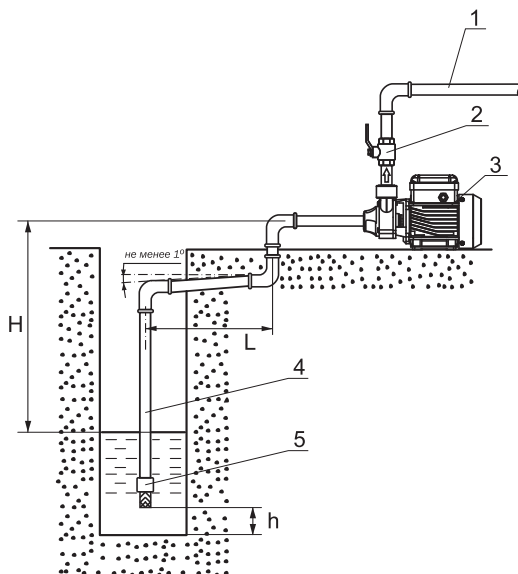
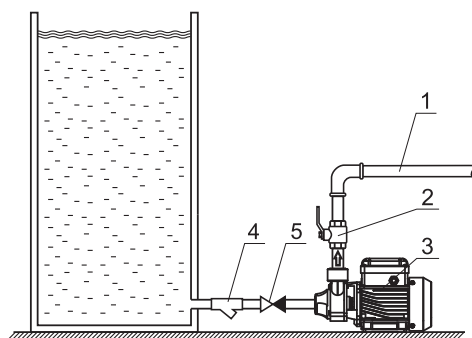

Рис. 3 Подача воды из колодца
Рис. 4 Подача воды из ёмкости
- В качестве всасывающей магистрали (**Рис. 3, поз. 4**) рекомендуется использовать жесткие металлические или пластиковые трубы, а так же несминаемые гибкие армированные шланги. Диаметр шланга или трубы должен точно соответствовать диаметру входного отверстия насосной станции.
- При монтаже всасывающей магистрали необходимо обеспечить непрерывный угол наклона от насоса к источнику водозабора не менее одного градуса к горизонту, обратные углы на всасывающей магистрали не допускаются. Монтаж всасывающей магистрали длиной более 10 метров по горизонтали (L) нежелателен, так как это приведет к уменьшению высоты всасывания. При определении высоты всасывания (H) следует учитывать падение уровня воды в колодце в засушливый период. Расстояние от дна колодца до всасывающей магистрали (h) не менее 0,3 м.
- Для облегчения заполнения насоса и всасывающей магистрали водой перед пуском и предотвращения ее вытекания из системы при отключении насоса, необходимо установить на конце всасывающей трубы обратный клапан G1" с защитной сеткой (**Рис. 3, поз. 5**).
- Для случаев работы насоса с подпором (вода сама поступает в насосную станцию из магистрали или емкости) (**Рис. 4**) на входном патрубке насоса необходимо установить фильтр грубой очистки воды (**Рис. 4, поз. 4**) и обратный клапан (**Рис. 4, поз. 5**).
- Для насоса рекомендуется в напорной магистрали (**Рис. 3, Рис. 4, поз. 1**) на выходном патрубке установить вентиль (**Рис. 3, Рис. 4, поз. 2**). Он пригодится при регулировке реле давления, позволяя не отходя от насоса перекрывать и открывать напорную магистраль. Кроме того, при демонтаже насоса этот кран будет препятствовать вытеканию воды из напорной магистрали.